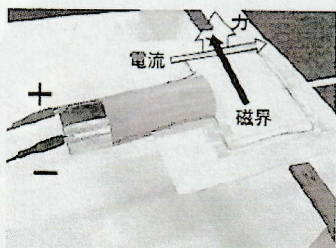

図2
② まず、図2のようにラップの芯に貼ったアルミテープを導線につなぎ、電流を流すとどう動くのか問いかける。電流が磁界の中で受ける力を確認させる。